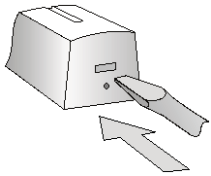

fig. 1
1. Öffnen sie die Abdeckung des Detektors (durch das Drücken des Schnappers sieh fig. 1).